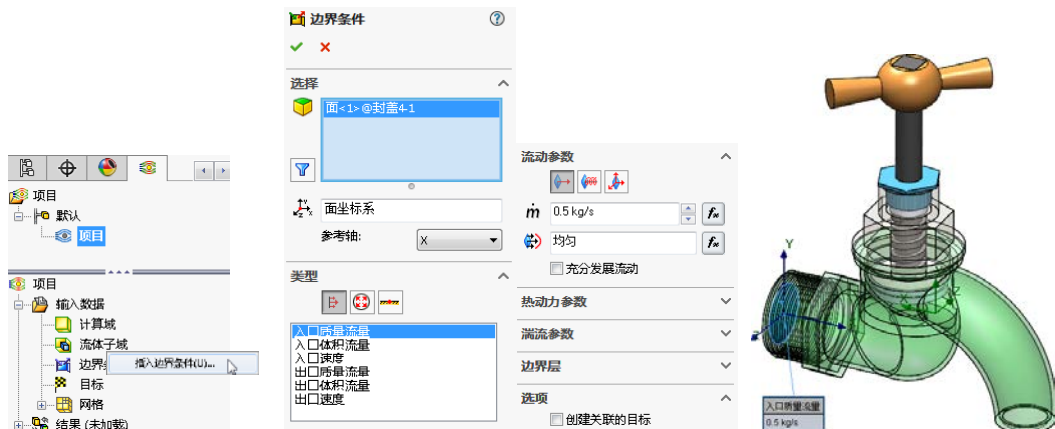

图 12-13 设置入口边界条件
STEP 1 如图 12-13 所示，继续 12.2.1 节的操作。右击新建项目的“边界条件”项，选择“插入边界条件”菜单命令，打开“边界条件”属性管理器，选择入口处封盖的内表面，再单击“流动开口”按钮，并选择“入口质量流量”项，然后设置“流动参数”为“0.5kg/s”，即入口处的水流量为 0.5kg/s，单击“确定”按钮完成入口边界条件设置。